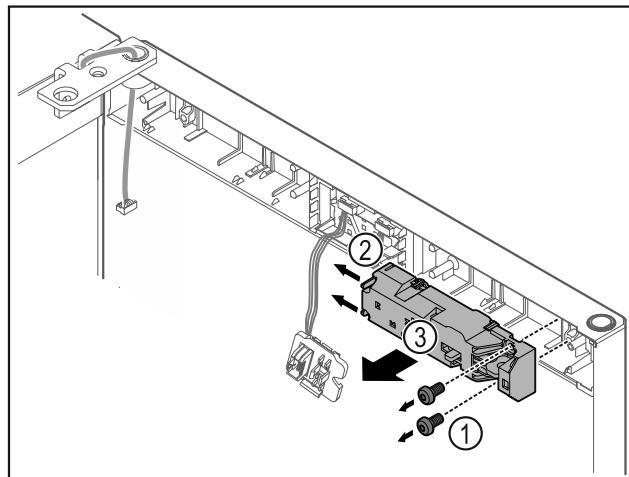

Fig. 18
- Fjern Fig. 18 (1) skrueerne.
- Tryk låsetapperne Fig. 18 (2) til siden, og tag fjernlåsen Fig. 18 (3) af.